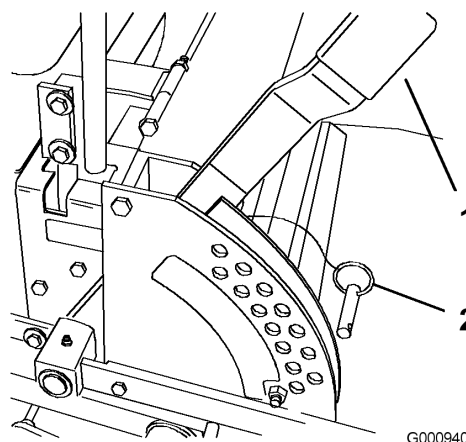

Figura 19
1. Levante la palanca de ajuste de la altura de corte a la posición de transporte (que es también la posición de altura de corte de 114 mm [4-1/2 pulg.]) (Figura 19).
2. Para ajustarla, retire el pasador del soporte de altura de corte (Figura 19).
3. Seleccione un taladro del soporte de altura de corte que corresponda a la altura de corte deseada, e inserte el pasador (Figura 19).